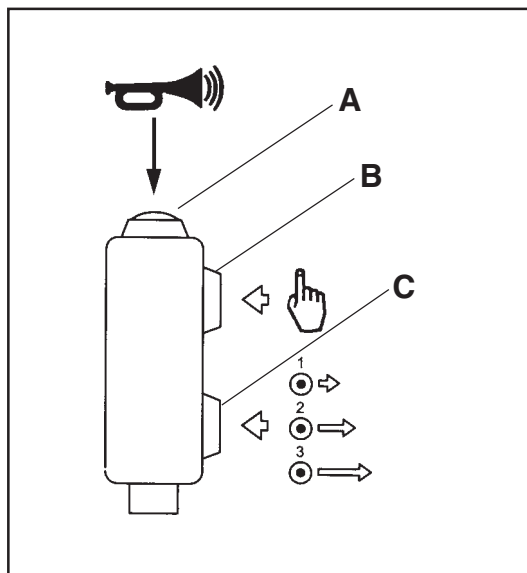

Figure 17
1. Avertisseur sonore : L'avertisseur sonore est un bouton rouge situé au sommet du joystick (figure 17, élément A). **REMARQUE : L'avertisseur sonore émet un son continu lorsque le bouton correspondant est enfoncé et un son intermittent et automatique en marche arrière.**
3. Sélecteur de vitesse : Le sélecteur de vitesse est un bouton noir situé à l'avant et en bas du joystick (figure 17, élément C).